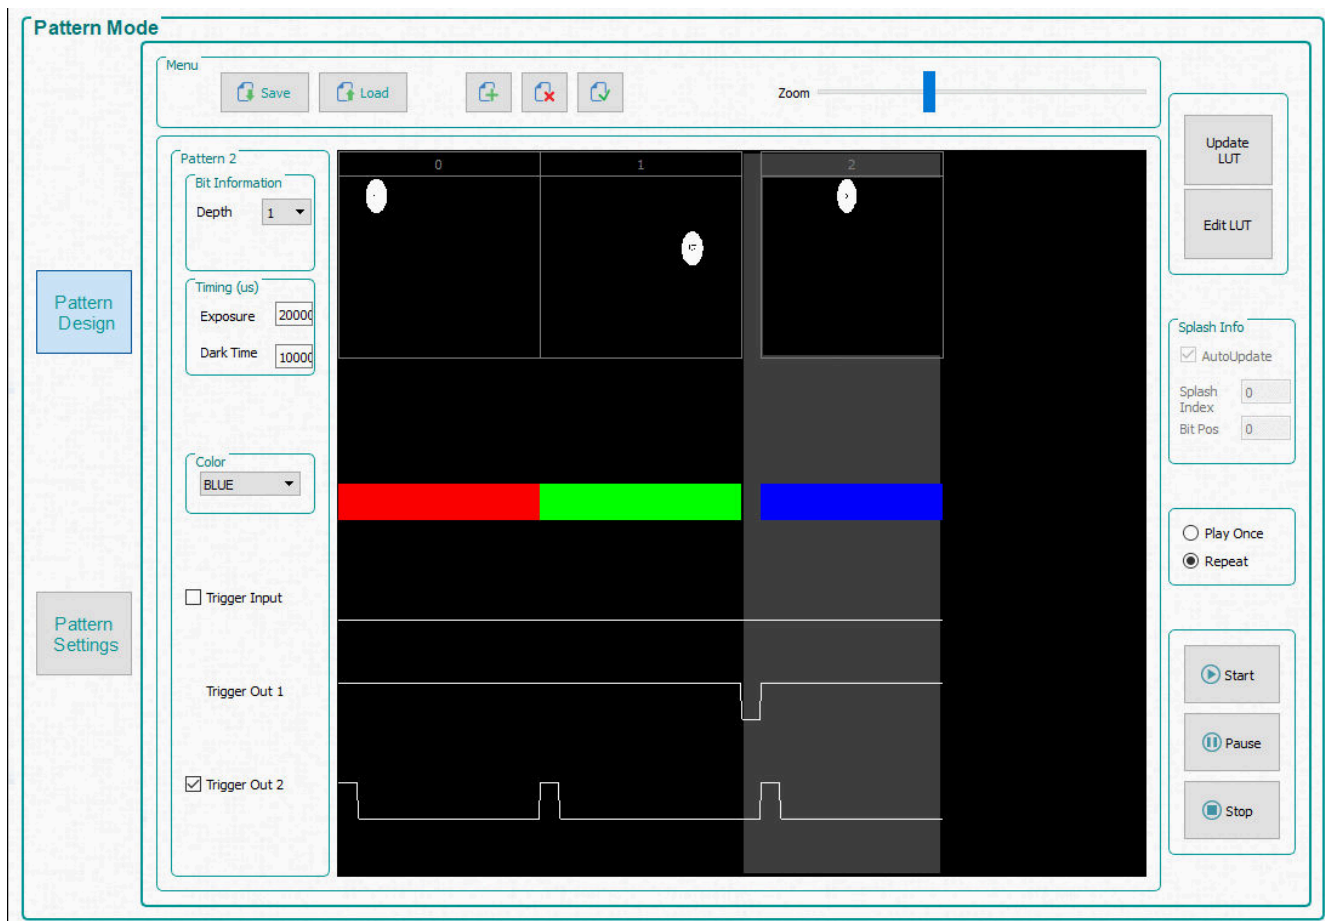

図 6-2. 単純な 3 パターンのシーケンス
次の 3 つの手順では、選択したパターンが、明るい灰色の選択領域で示されます。図 6-2 を参照してください。この図は、3 番目のパターン (パターン 2) を選択した状態です。
5. 3 番目のパターン (パターン 2) を選択し、ビット深度 1 を選択します。露出を 200000 $\mu$ s に、ダークタイムを 100000 $\mu$ s に設定して、カラーの**「青色」**を選択します。パターン・シーケンスを、図 6-2 に示します。